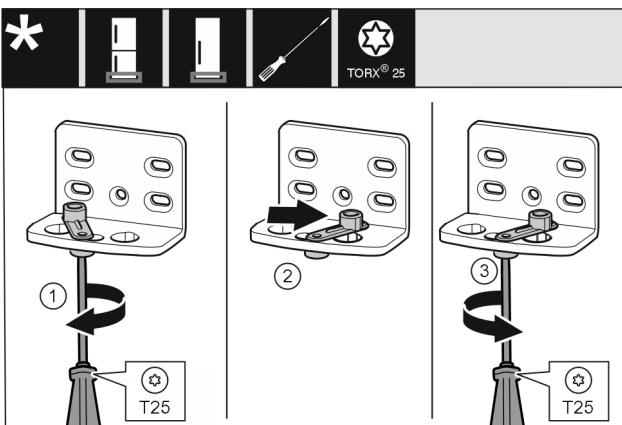

Fig. 10
- Завийте хлабаво винта с отвертка T25. Fig. 10 (1)
- Повдигнете помощното приспособление за затваряне на вратата и го завъртете в отвора с 90° надясно. Fig. 10 (2)
- Затегнете винта с отвертка T25. Fig. 10 (3)